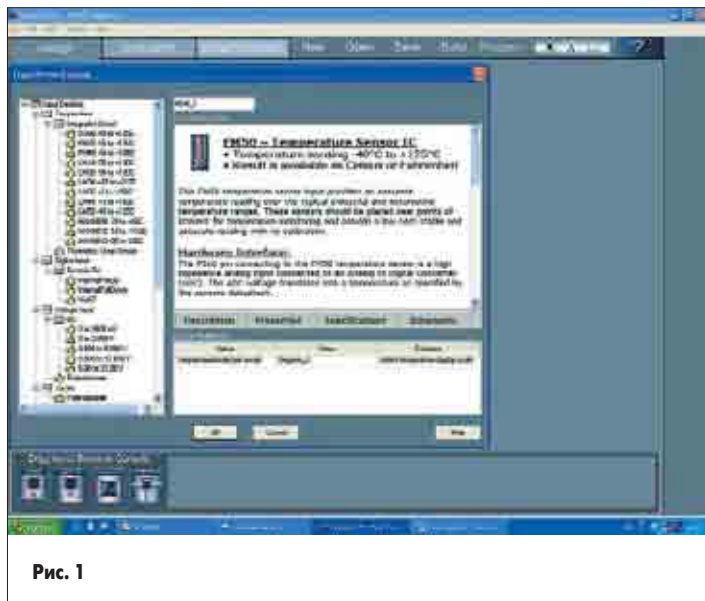

Рис. 1
**Шаг 1.** Запускаем PSoC Express (рис. 1). Появляется рабочее окно «Design» и окно помощи. Закроем последнее. В левой нижней части рабочего окна «Design» находятся 4 иконки:
Нажмем на иконку Input. В результате раскроется каталог устройств (рис. 1), разрешенных для установки на входе нашего изделия. В верхней части — список термодатчиков разных производителей. Выберем, к примеру, LM20 фирмы National Semiconductors. В правой части каталога можно просмотреть техническое описание и схему подключения для соответствующего элемента. Температурный датчик LM20 позволяет проводить измерения в диапазоне температур -55...+130 °С. Внутри PSoC реализован программный алгоритм, преобразующий данные с термодатчика в 16-битное целое число с дискретностью температуры 0,1 °С. Это означает, что значение температуры 117,9 °С будет сохранено во внутреннем ре-